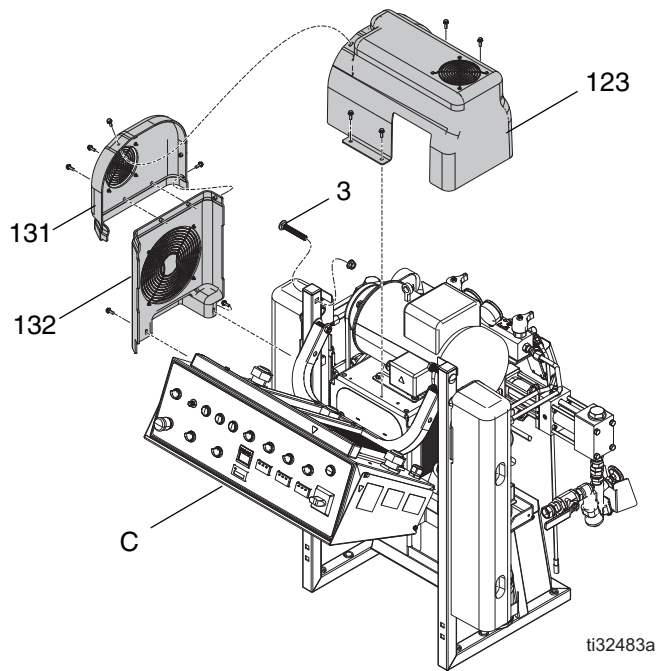
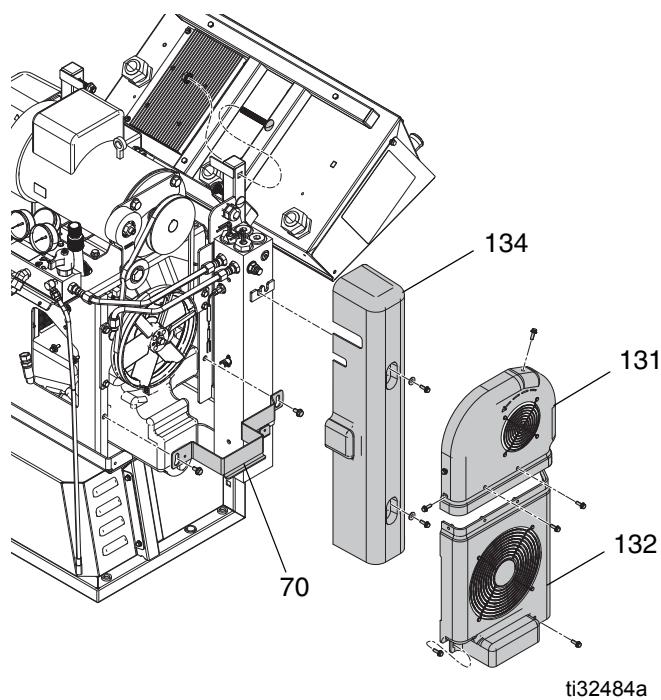

FIG. 63
FIG. 64
6. Retirer le moteur et les couvercles de courroie (123, 131). Soulever le couvercle (123) et desserrer les attaches du support argent (70). Détacher le support argent (70) des attaches et le mettre de côté. Enlever les couvercles de courroie (131, 132). Enlever le couvercle du réchauffeur (123). Voir FIG. 63 et FIG. 64.